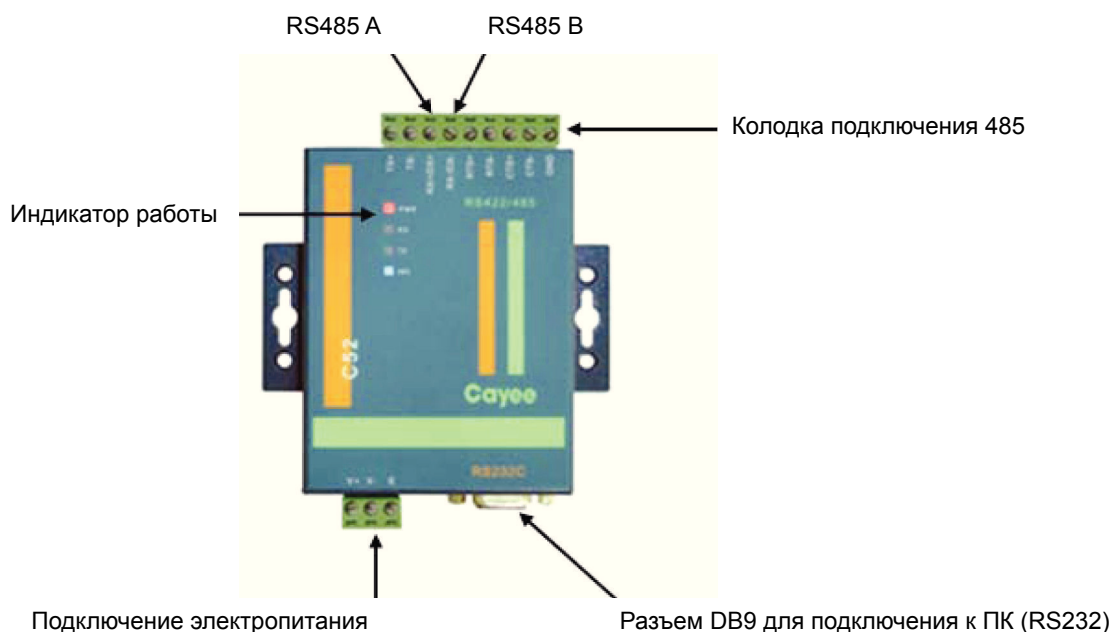

Рис. 7.3
7.2.1 Преобразователь (конвертор) R232-R485 применяется при подключении систему GMV к персональному компьютеру при управлении для преобразования сигнала R232/ R485 (рис.7.3)